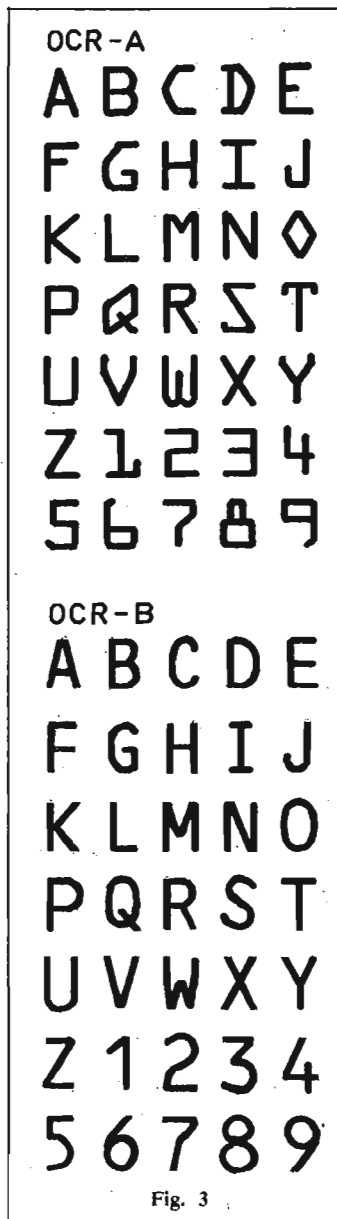

Fig. 3
- les caractères OCR-A, B, C (Fig. 3) développés par l'American National Standards Institute ; ils sont d'un emploi courant, en particulier avec l'UNIVAC 2703, le 3010 de Farrington, le CD 935-1, le lecteur 1287 de IBM, l'OPSCAN 288, le 243 de Honeywell et enfin le Burroughs 9134 ;